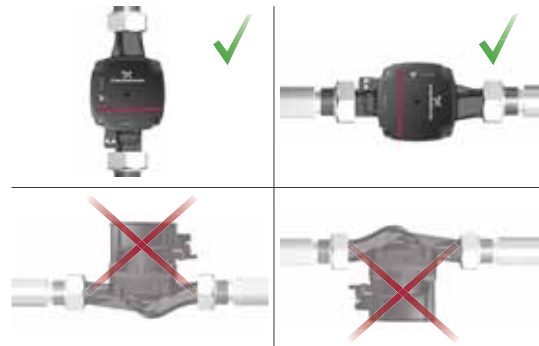

Fig. 4 Pozicionet e pompës
Pompën instalojeni gjithnjë me një bosht horizontal motori. Mos e instaloni pompën me një bosht vertikal motori. Shih fig. 4, rreshti i fundit.
- Pompa e instaluar saktë në një tubacion vertikal. Shih fig. 4, rreshti në krye, majtas.
- Pompa e instaluar saktë në një tubacion horizontal. Shih fig. 4, rreshti në krye, djathtas.